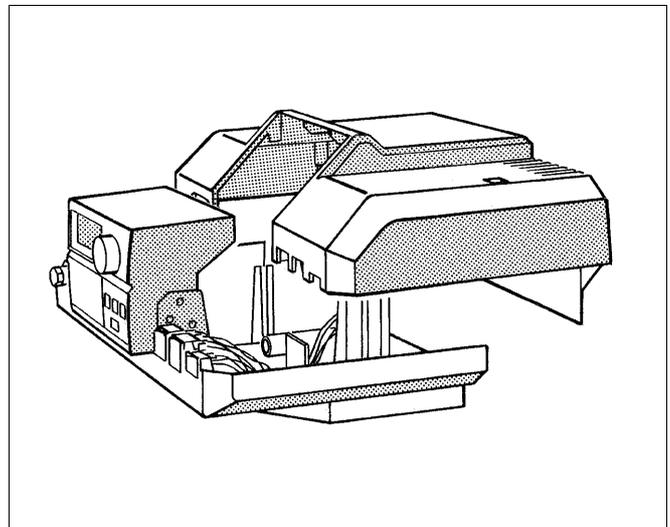

Abb. 18 Haube aufsetzen
- Haube aufsetzen und am Regelgerät festschrauben (Abb. 18).